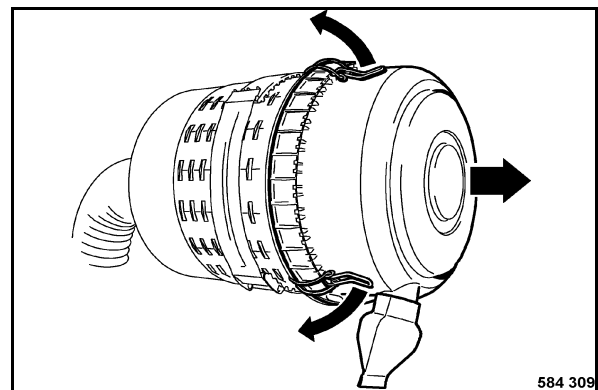

Fig. 187
- Déclipser les fermetures rapides (Fig. 187) et retirer le couvercle.